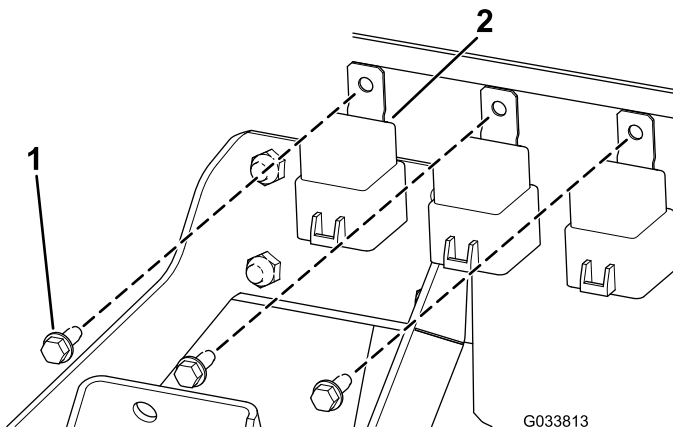

Figura 7
1. Instale los 3 relés en el bastidor del panel de control con los 3 tornillos de cabeza hexagonal (1/4 x 5/8") tal y como se muestra en Figura 7.